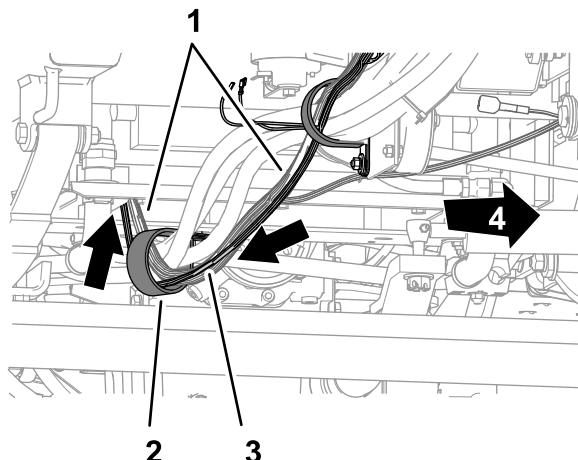

Figura 40
3. Disponete le diramazioni e il cavo del cablaggio preassemblato attraverso il serratubi a R I sotto il pianale e dietro l'assale anteriore (Figura 40).